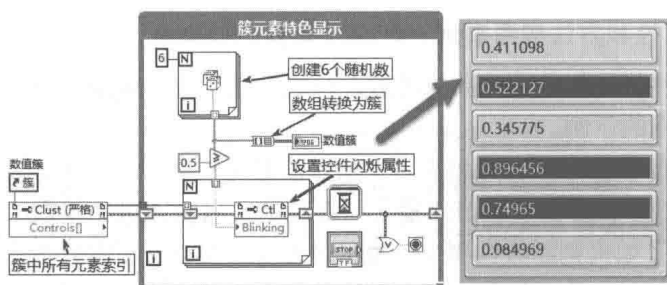

图 6-57 将数组转换成簇, 并设定某些簇元素特殊显示
(3) 在显示数组时, 如果数组中的元素超过设定值, 则需要使这些元素特殊显示。由于数组中所有元素的属性是完全相同的, 因此无法直接实现此效果。在数组的最大长度可以预知的情况下, 可以将数组转换成簇来实现特殊显示。如图 6-57 所示, 当元素值大于或等于 0.5 时, 在显示时将闪烁报警。